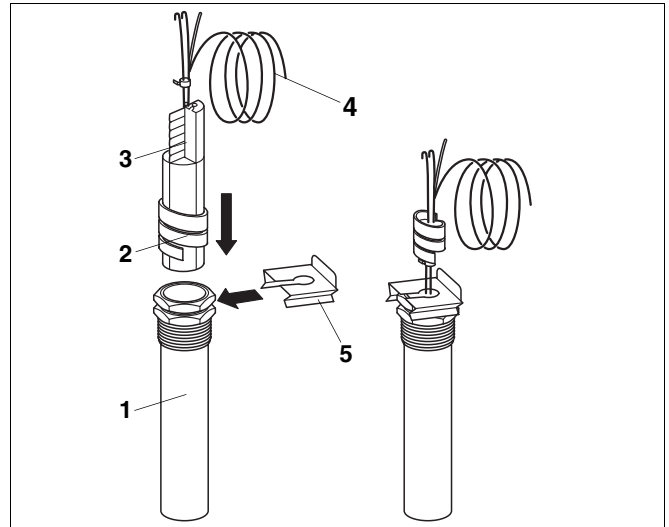

Abb. 15 Tauchhülse und Temperaturfühler
- Temperaturfühler bis zum Anschlag in die Tauchhülse (Abb. 15, **Pos. 1**) einstecken.
- Die Kunststoffspirale (Abb. 15, **Pos. 2**) schiebt sich dabei automatisch zurück. Die Ausgleichfeder (Abb. 15, **Pos. 3**) muss mit in die Tauchhülse (Abb. 15, **Pos. 1**) geschoben werden.
- Fühlersicherung (Abb. 15, **Pos. 5**) (Lieferumfang Regelgerät) von der Seite oder von oben auf den Tauchhülsenkopf drücken (siehe Pfeile).